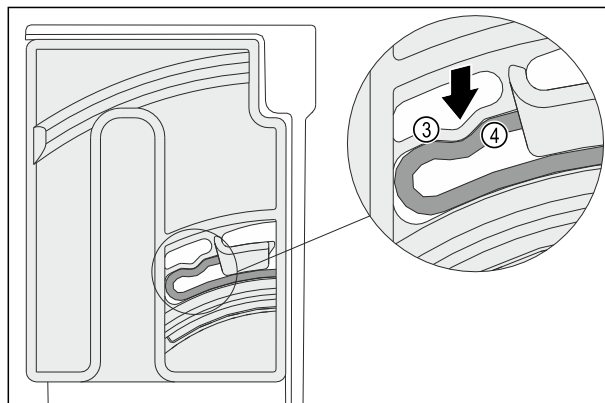

Fig. 141
- ▶ 旋转单元的弹性元件 Fig. 141 (3) 卡入圆弧形滑条 Fig. 141 (4) 中，发出咔哒声。